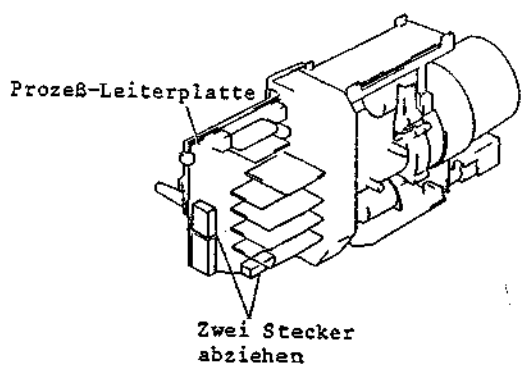

Abb. 2-27 Ausbau der Sensor-Leiterplatte
2-7 Ausbau der Sensor-Leiterplatte (Abb. 2-27, 2-28, 2-29)
2. Zwei (2) Stecker (CN1001, CN1002) abziehen (siehe Abb. 2-27).